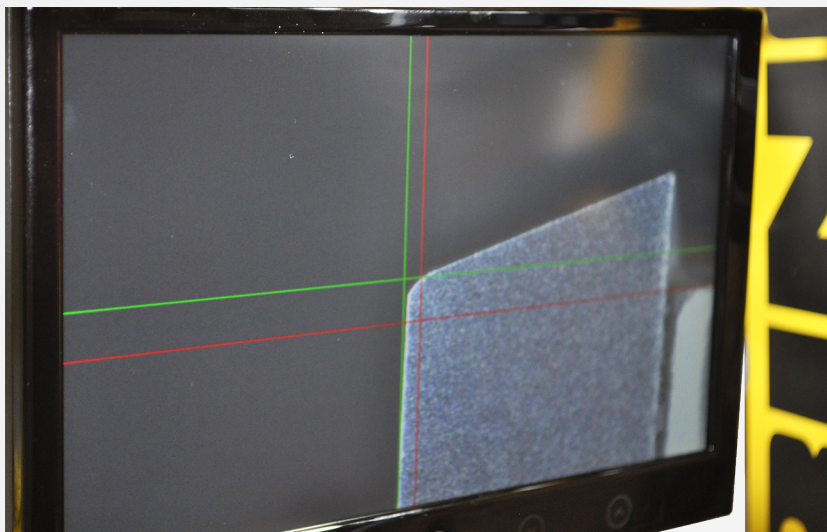

Abb. 16: Axiale Endposition der Schneide überprüfen
3. Überprüfen Sie, ob sich die Schneide noch in der gewünschten axialen Endposition befindet. Die Schneidecke sollte auf dem Schnittpunkt der roten vertikalen Linie und der grünen horizontalen Linie liegen (siehe Abbildung 16).